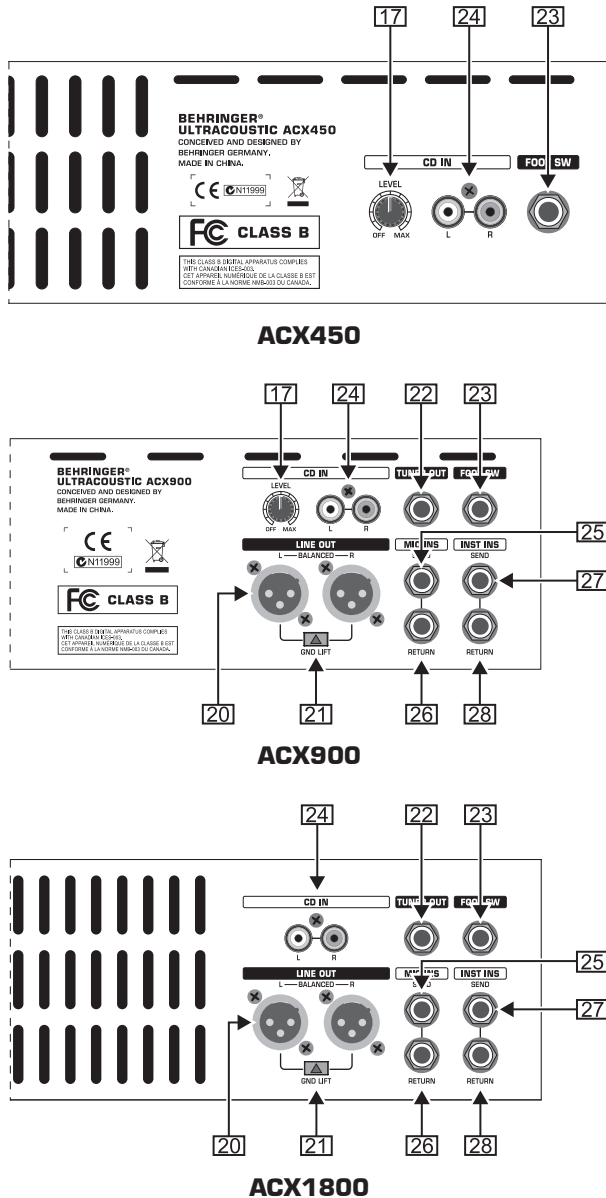

Abb. 2.2: Anschlüsse auf der Rückseite
- 17 Der **ULTRACOUSTIC** verfügt auf der Rückseite über einen **CD**-Eingang. Mit dem **CD LEVEL**-Regler in der Master-Sektion (nur **ACX1800**) bestimmen Sie die Lautstärke des am **CD**-Eingang angeschlossenen Signals. Beim **ACX900** und **ACX450** befindet sich dieser Regler auf der Rückseite (siehe Abb. 2.2).